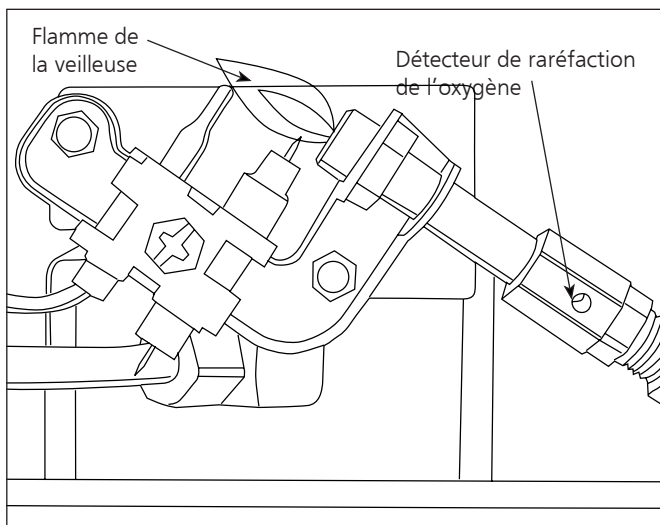

Figure 2
La flamme doit entourer le thermocouple juste en dessous de son extrémité (voir Figure 2, ci-dessous). Il est possible qu'une faible flamme jaune apparaisse là où se rencontrent la flamme veilleuse et la flamme principale du brûleur. Le(s) brûleur(s) doit/doivent être orange vif (avec un peu de bleu sur le contour; une brume rouge orangée visible sur le bloc céramique est acceptable) sans flamme apparente. Une flamme bleue qui s'échappe du bloc céramique indique une accumulation de poussière, de fibres ou de toiles d'araignée à l'intérieur du boîtier ou du compartiment du brûleur. Si la flamme de la veilleuse est jaune ou que le brûleur dégage une flamme visible, un nettoyage s'impose. Respectez la méthode suivante pour inspecter le boîtier et le compartiment du brûleur.
- 4 Retirez les (4) vis fixant le couvercle arrière à l'appareil de chauffage. Soulevez-le légèrement pour libérer les (2) crochets en plastique situés sur le couvercle arrière.
- 6 Retirez les (3) vis fixant la chicane inférieure, de manière à exposer les ouvertures d'air du/des brûleur(s).
- 9 Inspectez et nettoyez la veilleuse (installée sur le support) à l'aide d'un aspirateur ou injectez de l'air comprimé dans les trous de la veilleuse, indiqués par les flèches de la figure 2.
- 11 Installez à nouveau la chicane inférieure avec (3) vis
- 12 Faites glisser le couvercle arrière sur les (2) crochets en plastique situés sur la surface supérieure de l'appareil de chauffage. Assurez-vous que le couvercle arrière soit aligné avec les couvercles en plastique latéraux. Serrez (4) vis pour fixer le tout.